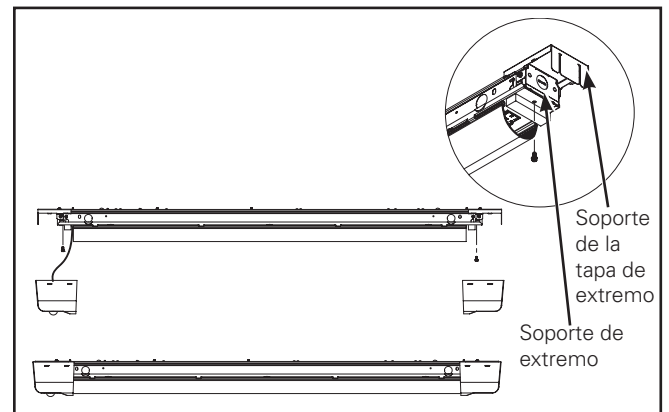

Figura 2.
4. Instale la cubierta del canal sobre el alojamiento del canal con los tornillos incluidos. (Figura 2). Instale las tapas de extremo/centrales.